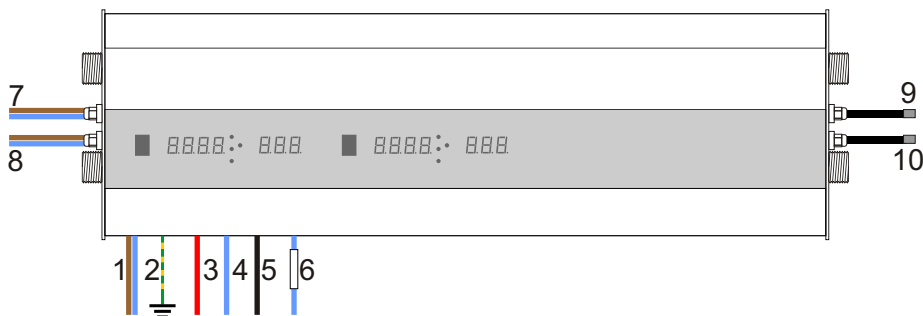

Рис.6
► На рис.6 приведены все электрические выходы котла с их обозначением.